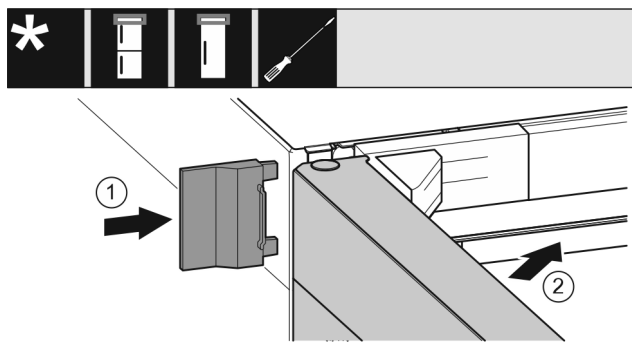

Fig. 22
- ▶ Natakните vanjski poklopac Fig. 22 (1).
- ▶ Zatvorite gornja vrata Fig. 22 (2).